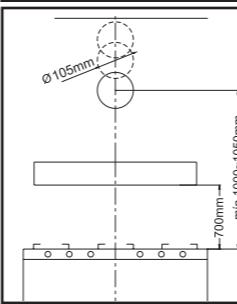
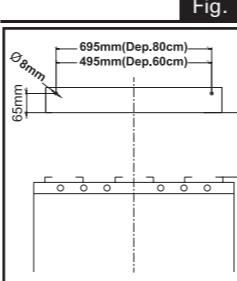

Fig. 7
Fig. 8
- Fixação na parede: Verificar a posição da tomada e leve em consideração o percurso do cabo de alimentação. Trace na parede uma linha vertical em relação ao seu fogão. Marque o local onde devem ser feitos os dois furos, respeitando as distâncias indicadas no desenho (Fig. 7). Faça os 2 furos e encaixe as 2 buchas fornecidas com o aparelho. Insira os 2 parafusos fornecidos nas buchas e parafuse-os, entretanto, não os atarraxe completamente. Aproxime o exaustor a parede e o prenda aos 2 parafusos; operando pelo lado de dentro do exaustor, atarraxe os 2 parafusos completamente (Fig. 8).